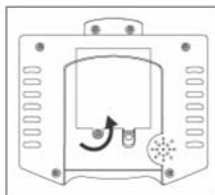
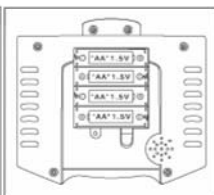

Рис.2
Рис.3
2. Установка батареек: Перед установкой батареек переведите выключатель питания в положение OFF. Выкрутите винт (см. рис.2), снимите крышку отсека батарей и установите батареи (4*1.5В тип AA) в пульт, соблюдая полярность (см. рис.3). Батарейки не входят в комплект поставки.